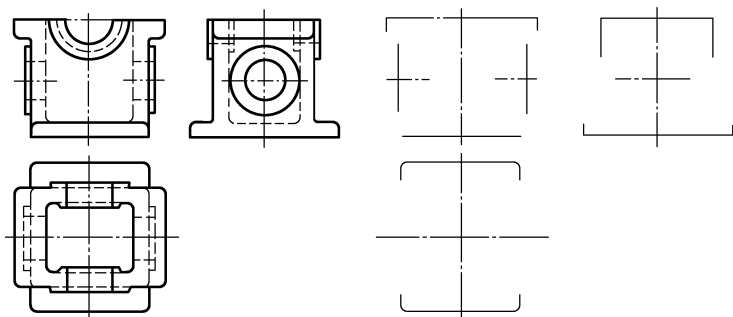

图 35
35. 根据图 35，将主视图、俯视图、左视图都画成半剖视图。
45. 在图 35 指定位置画移出断面（键槽深为 3，右键槽为 2。左端平面对称，右为单键槽）。